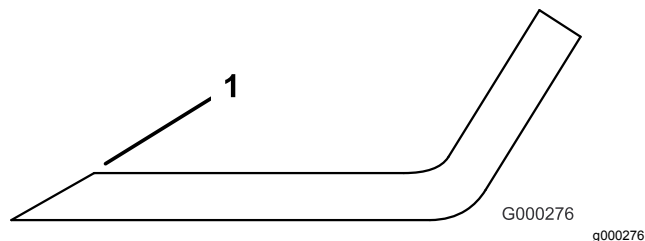

Figura 77
1. Utilize uma lima para afiar aresta de corte em ambas as extremidades da lâmina (Figura 77).